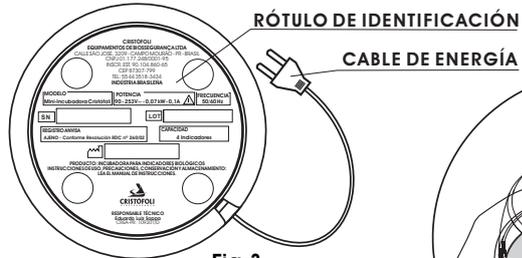

Fig. 3
1► El voltaje de funcionamiento de la Mini-Incubadora Cristófoli es de 90 V a 253 V (la selección de voltaje es automática) como es indicado en el rótulo de identificación que se encuentra en la parte inferior del equipo (fig. 3). Asegúrese de que el voltaje de la red eléctrica donde será instalada esté de acuerdo con estos valores. **¡OJO! Si no revisa este procedimiento podría dañar su aparato. Cristófoli no se responsabiliza por daños causados debido a instalaciones y/o voltajes incorrectos.**
► **CABLE DE ENERGÍA** - Usado para conectar el equipo a la red eléctrica (fig. 3).
► **RÓTULO DE IDENTIFICACIÓN** - Fijado en la parte inferior del compartimiento. Su finalidad es identificar los datos técnicos de la Mini-Incubadora (fig. 3).